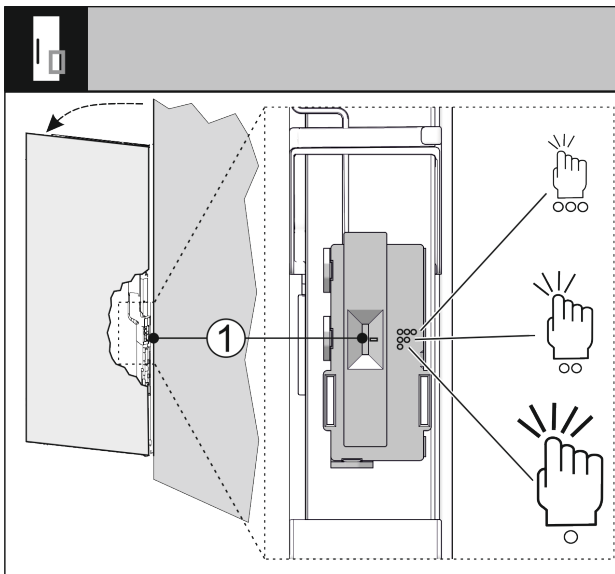

Fig. 71
Puede ajustar la sensibilidad del sensor de golpes mediante un interruptor Fig. 71 (1). El interruptor está en el lado de las bisagras, en el tercio inferior de la puerta.
- Deslice el interruptor Fig. 71 (1) hasta la posición deseada.